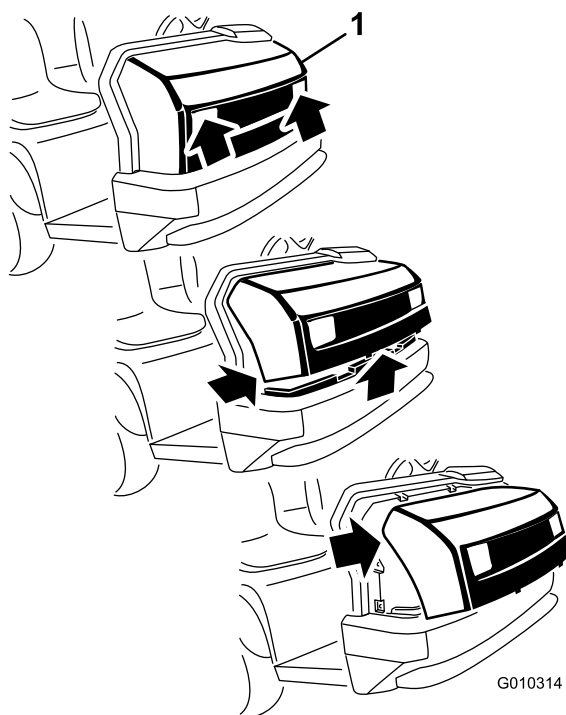

図 37
1. ヘッドライトの開口部でフードをつかみ、フードを持ち上げて、下側の取り付けタブをフレームの穴から外す 図 37。
2. フードの下側を手前に持ち上げてから下に引っ張り、上側の取り付けタブをフレームの穴から外す 図 37。
3. フードの上側を手前に倒し、ヘッドライトからワイヤコネクタを抜く 図 37。